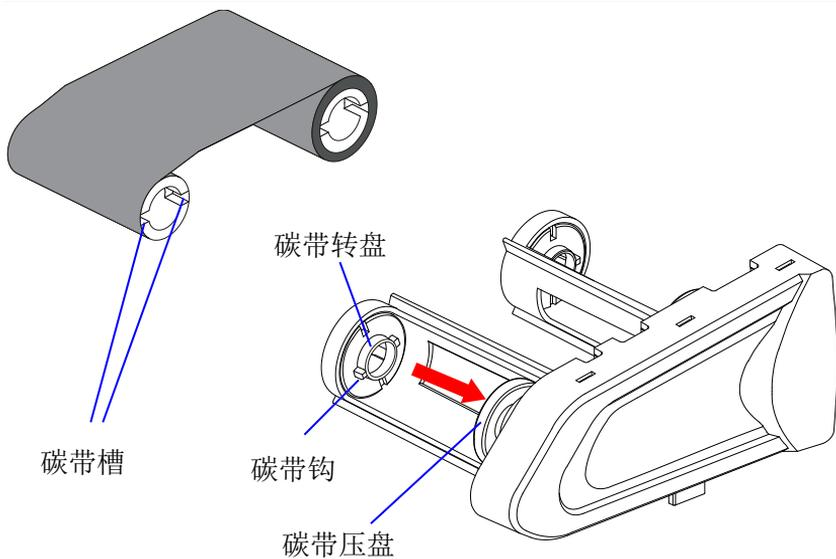

图 2-7
3. 将碳带卷卡入碳带供应端，注意碳带钩一定要在碳带槽内(图 2-7)；